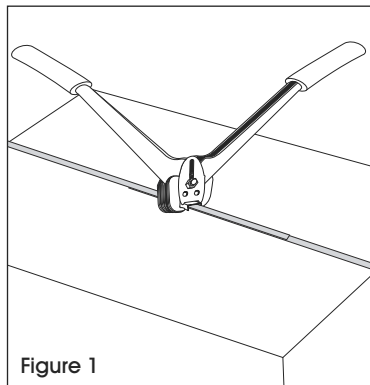

Figure 1
1. Hold the sealer vertically and place the jaws of the tool across the middle of the seal. Make sure to center the jaws across the middle of the seal. (See Figure 1)
1. Tenez la scelleuse en position verticale et placez les mâchoires de l'outil au milieu du joint. Assurez-vous de bien centrer les mâchoires au milieu du joint. (Voir Figure 1)